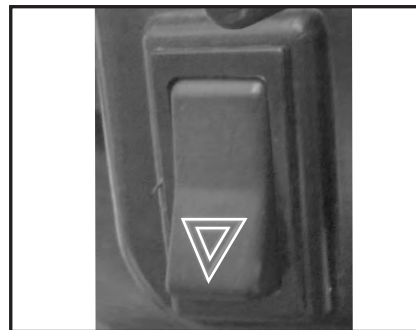

Abb. 3.3.1a
3.3.1a Schalter Warnblinkanlage (Abb. 3.3.1a):